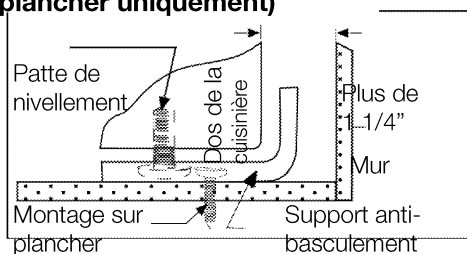

Fig. 3
1. Le dispositif anti-basculement doit être fixé au plancher comme indiqué dans la figure 3.